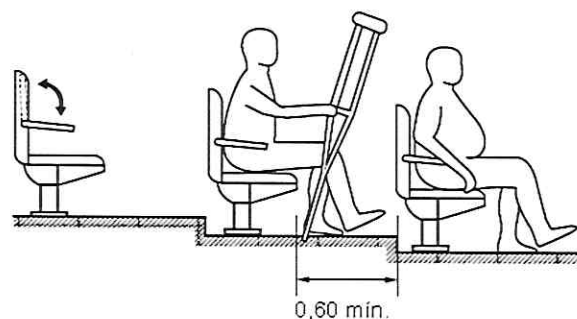

Figura 12: Assentos para P.M.R e P.O
- Acrescentar dois espaços reservados para P.C.R (Pessoa em Cadeiras de Rodas), e acrescentar assentos para P.M.R (Pessoa com Mobilidade Reduzida), conforme ilustração das figuras 11 acima e figura 12 abaixo.